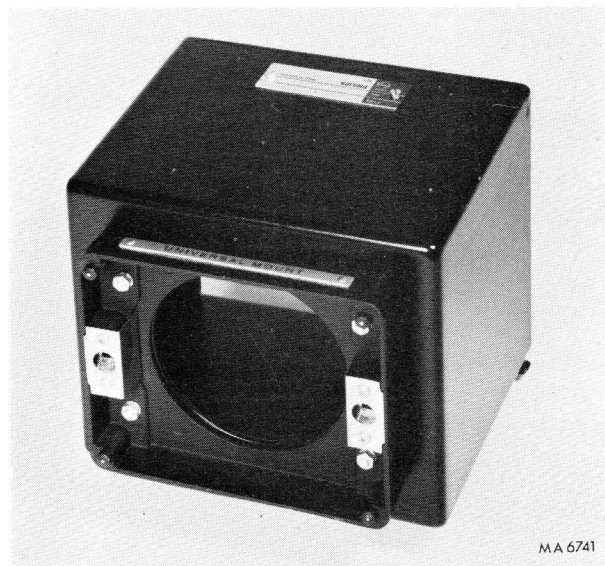

Fig. 18. Aanpasstuk PM 9377
3.7.5. Aanpassingsstuk PM 9377 (Fig. 18)